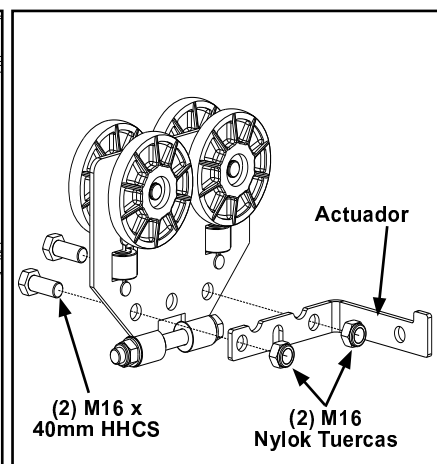

Figura 3-131
- Paso 3. Asegure el soporte del actuador del SW al carro insertando dos (2) M16x40mm HHCS a través del patrón de orificio del carro y el patrón de orificio del actuador. Apriete hasta asentar tornillos + ¼ vuelta. No apretar de más, puede doblar el soporte. Vea Figura 3-131.